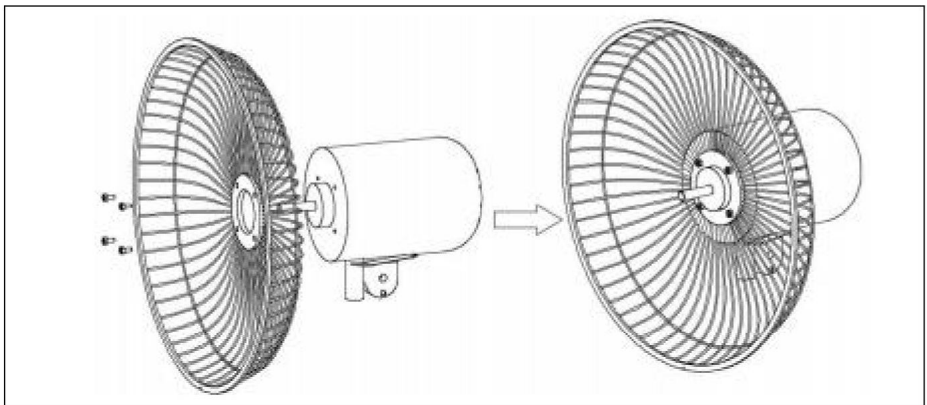

Figure 5.
- 1). Retirez les vis de la grille de la tête du moteur. Ensuite, fixez l'arrière grille (13) sur la tête du moteur avec la vis de la grille arrière (15) comme indiqué sur le schéma (Fig.5.)